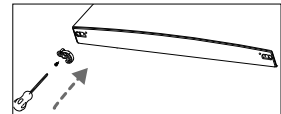

Abb. 7
- ▶ Montieren Sie den Türanschlagbegrenzer aus dem Lieferumfang mit der Befestigungsschraube mit Hilfe eines Kreuzschlitzschraubendrehers (Abb. 7).
- ▶ Lösen Sie die beiden Halterungsschrauben (13) des unteren Scharniers (12) und entfernen Sie es. Verwenden Sie einen 8er-Schraubenschlüssel oder einen Kreuzschlitz-Schraubendreher.